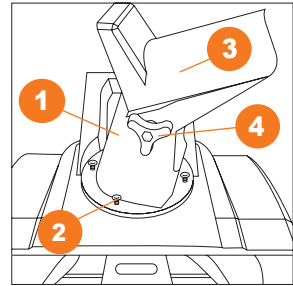

Рис. 9
1. Установите желоб выброса снега **1** и зафиксируйте его четырьмя винтами **2** (Рис. 9).
2. С помощью дефлектора **3** отрегулируйте дальность выброса снега и зафиксируйте его двумя барашковыми гайками **4** (Рис. 9).